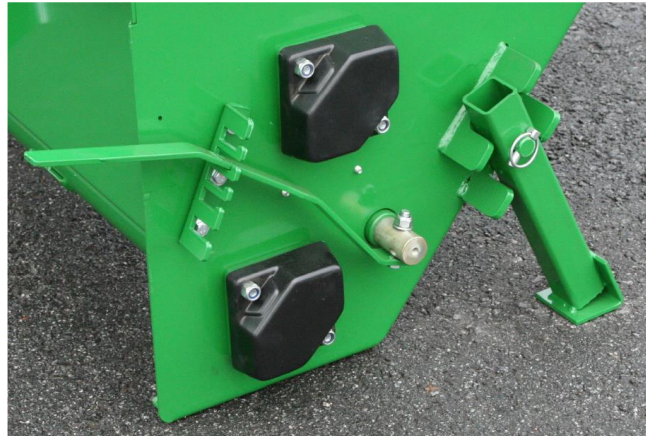

Bild 2. Sandspridarens mängdregleringspak nedersta läge är för tömning av maskinen
1. Mängdregleringsgummin pressas tätt mot spridarvalsen eller lossas med hjälp av mängdregleringsspaken på vänster sida av maskinen. Bild 2.
2. Mängden som ska spridas ut kan ökas genom att öka rotationshastighet på spridarvalsen. På motsvarande sätt kan sandmängden minskas genom att minska rotationshastigheten. Detta sker genom att reglera oljeflödet med hjälp av en hydraul ventil. Bild 2.